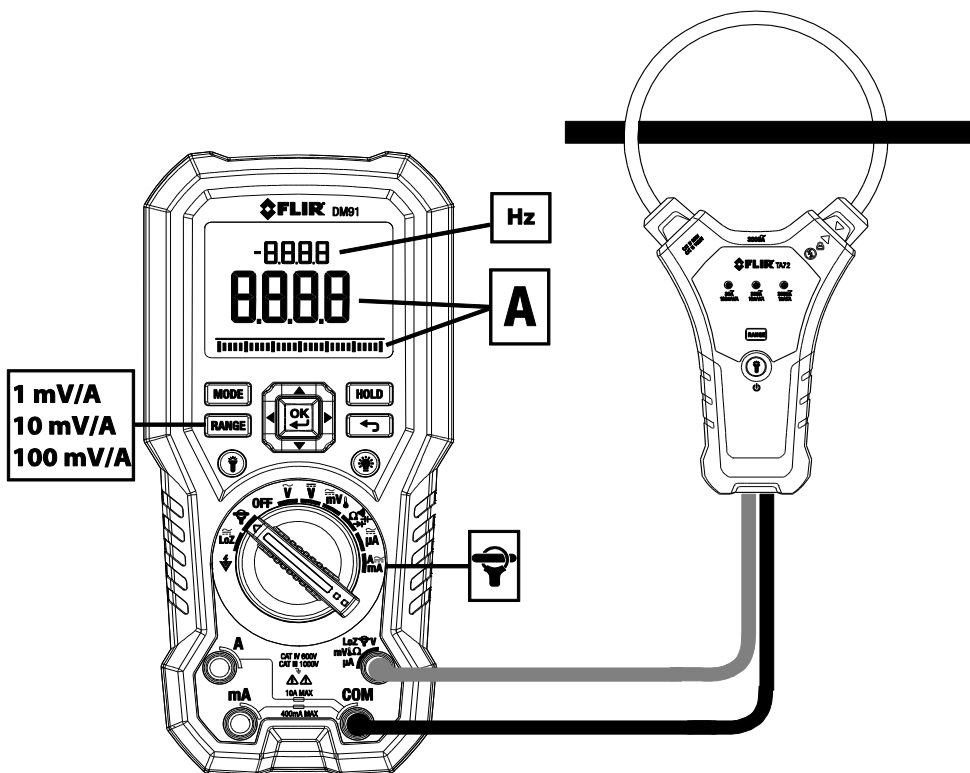

Fig. 5-11 Applicazione del morsetto FLEX
2. Collegare una pinza adattatore come illustrato nella Fig. 5-11.